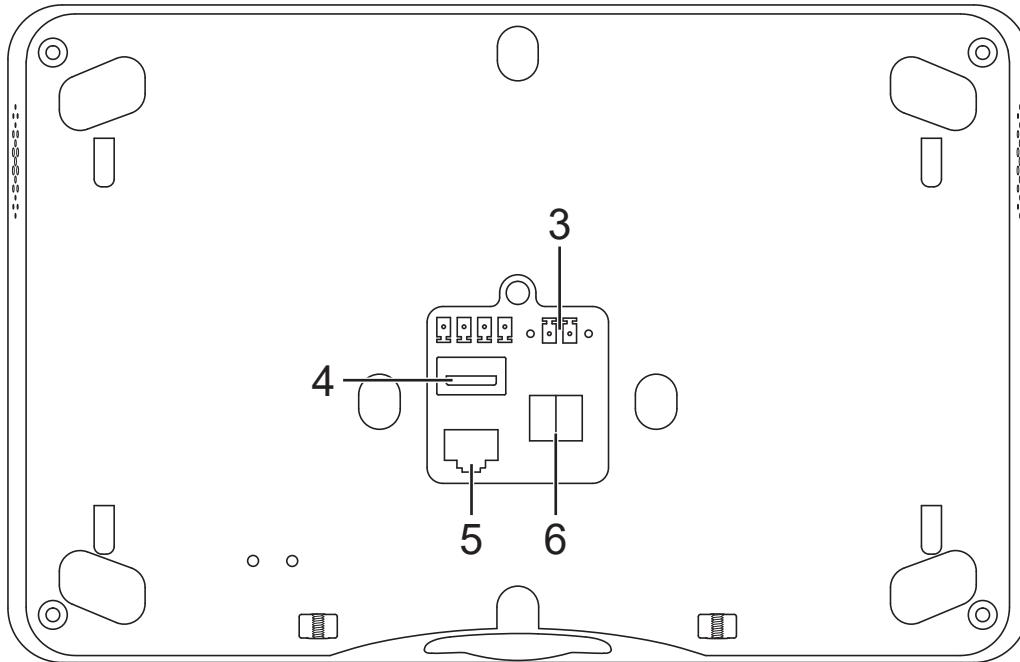

Рис.3: Подключение
- Подключите блок питания (3) и устройство KNX (6). (рис. 3)
- Дополнительно подключите LAN (5).